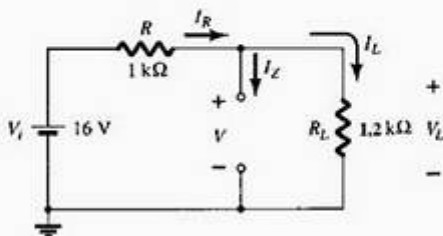
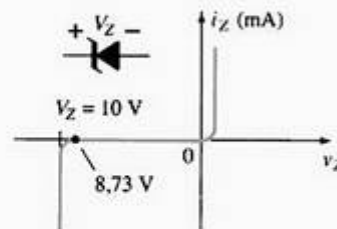

Figura 2.112 Determinação de V para o regulador da Figura 2.111.
Figura 2.113 Ponto de operação resultante para o circuito da Figura 2.111.
- (a) Seguindo o procedimento sugerido, o circuito é redesenhado como mostra a Figura 2.112. A aplicação da Equação (2.16) resulta em:
Como $V = 8,73 \text{ V}$ é menor do que $V_Z = 10 \text{ V}$, o diodo está no estado 'desligado', como mostrado na curva característica da Figura 2.113. A substituição por um circuito aberto equivalente resultará no mesmo circuito da Figura 2.112, onde descobrimos que: